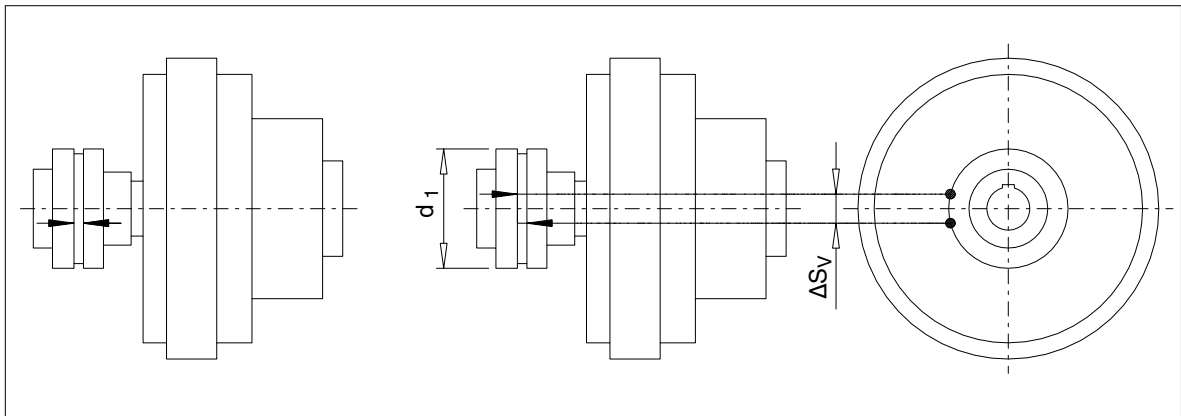

Bild 13: Wartungsintervall der N-EUPEX-Anbaukupplung
Die elastischen Pakete (12) können bis zum Erreichen einer definierten Verschleißgrenze im Einsatz verbleiben. Zur Beurteilung des Verschleißes wird in Tabelle 9 das erlaubte Verdrehspiel ausgewiesen, das auf das Sehnenmaß ΔS_V am äußeren Kupplungsdurchmesser umgerechnet ist. Um das Maß ΔS_V zu ermitteln, wird ein Kupplungsteil ohne Drehmoment bis zum Anschlag gedreht und eine Markierung beidseitig aufgebracht (siehe Bild 13). Durch Drehen des Kupplungsteils in die entgegengesetzte Drehrichtung bis zum Anschlag, wandern die Markierungen auseinander. Der Abstand zwischen den Markierungen ergibt das Sehnenmaß ΔS_V . Überschreitet das Maß ΔS_V den in Tabelle 9 angegebenen Wert, ist ein Austausch der Pakete (12) vorzunehmen.